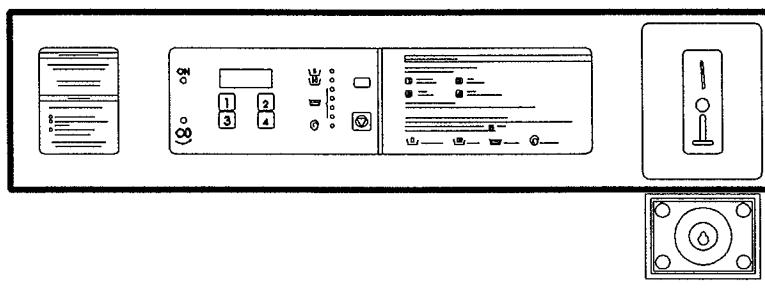

fig. 3
- **COIN MICROPROCESSOR Version (CM) (fig.3)**
- Variante **COIN MICROPROCESADOR (CM) (fig.3)**
- Version **COIN MICROPROCESSEUR (CM) (fig. 3)**